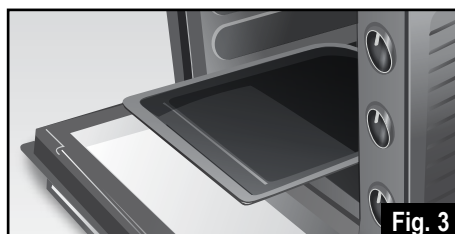

Fig. 3
Se aconseja echar dos vasos de agua en la grasera (C) para evitar humos, malos olores e incrustaciones. Si los alimentos se han preparado dentro de la grasera (C), es necesario primero introducir la rejilla (D) dentro del horno y colocar encima la misma grasera (C) (Fig. 3).